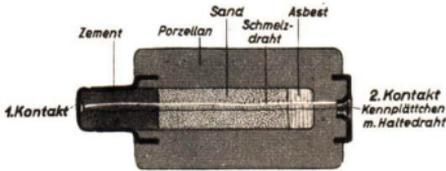

Abb. 237 Aufbau einer Schmelzsicherung
**2. Kurzschluß! - Die Sicherung.** Je mehr Geräte wir auf einmal einschalten, ein um so stärkerer Strom fließt durch unsere Leitung. Dadurch kann in der Zuleitung eine unerwünschte Erwärmung entstehen, die u. U. zu einer Gefährdung der Umgebung führt. Auf diese Weise kann es zu Zimmer- oder sogar Hausbränden kommen, namentlich wenn sich leichtentzündliche Stoffe in der Nähe der Gefahrenstelle befinden. Auch Beschädigungen der Isolierung an den Zuleitungsdrähten der elektrischen Geräte erzeugen oft einen gefährlich starken Strom. Der elektrische Strom fließt dann nicht mehr in der vorgeschriebenen Bahn durch die eingeschalteten Geräte, sondern unmittelbar von einem Leitungsdraht zum anderen; dabei entsteht eine sehr hohe Stromstärke. Man spricht in solchem Falle von einem **Kurzschluß**. Auch bei der unmittlerbaren Verbindung der beiden Pole entsteht wegen des geringen Widerstandes ein Kurzschluß. Um die Gefahr hoher Stromstärken zu vermeiden, baut man in das elektrische Leitungsnetz *Sicherheitsvorrichtungen* ein. Am bekanntesten und gebräuchlichsten ist die **Schmelzsicherung**. Ihr Bau ist aus der Abb. 237 ersichtlich. Ein dünnes Drähtchen ist in Sand eingebettet und von einer isolierenden Porzellanhülle umgeben. Durch diesen Schmelzdraht fließt der Gesamtstrom, den wir dem Netz entnehmen. Wird der Strom zu stark, so erwärmt sich der Draht so stark, daß er durchschmilzt. Damit ist die Leitung unterbrochen. Die *Flamme*, die beim Durchbrennen des Sicherungsdrahtes entsteht, wird im Sande sofort erstickt. Verfolge den Stromweg in Abb. 238! Woran erkennst du die durchgebrannte Sicherung Abb. 239? Wie setzt man eine neue Sicherung ein (Abb. 240)?